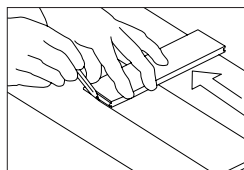

Figure 14
- **Planche d'essai** : Si le mur n'est pas droit, trusquiner au besoin la première planche (Figure 14) pour maintenir l'alignement avec le trait de craie. Installer une planche d'essai (à chant rectiligne) en utilisant les fixations appropriées pour le sous-plancher. Si une planche est utilisée pour la rangée de départ, s'assurer que le chant avec rainure fait face au mur.
- **Cales** : Aligner la première rangée avec le mur à l'aide de cales pour maintenir un jeu de dilatation de 13 mm (1/2 po) et pour stabiliser le produit. Si le mur n'est pas droit, trusquiner au besoin la première planche (Figure 14) pour maintenir l'alignement avec le trait de craie.